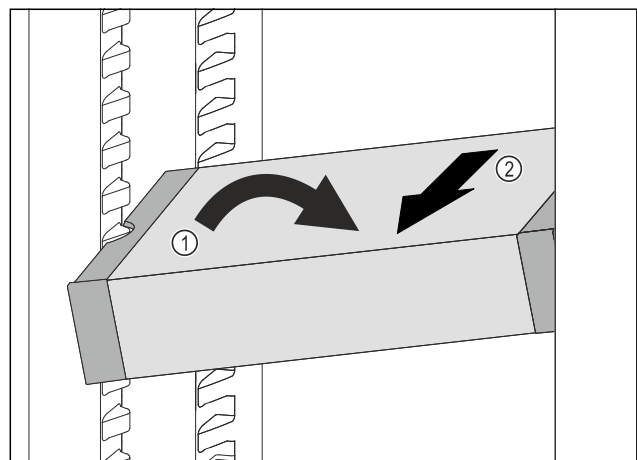

Fig. 135
- ▶ VarioSafe im Kühlteil schräg stellen. Fig. 135 (1)
- ▶ VarioSafe nach vorne entnehmen. Fig. 135 (2)